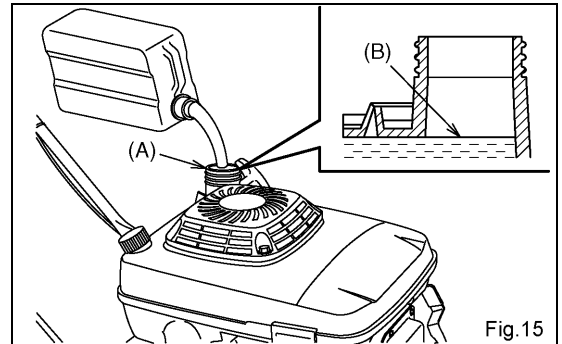

Fig.15
- 燃料タンクキャップ（黒色）を給油口（A）から取り外し、燃料をゆっくりと燃料タンクに注ぎ込んで下さい。（Fig.15）